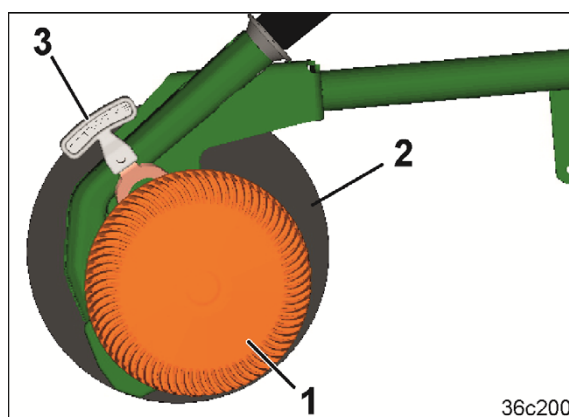

图 55
RoTeC控制犁刀（图 55）用于在经过翻耕或覆膜的土壤上播撒种子，包括在秸秆和植物残渣较多的情况下。
平面播种盘（图 55/1）和清洁盘（见下文）用于
- 清洁钢盘背面（图 55/2）。
手柄（图 55/3）用于操作。
平面播种盘（图 55/1）确保了在较高的犁刀压力下也能够十分轻质的土壤上进行平面播种。